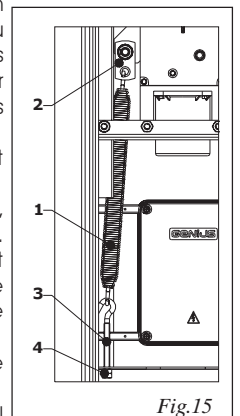

Fig.15
L'automatisme exige un ressort d'équilibrage, fig.15 réf.1, à commander à part (comme la lisse). Choisir dans le tarif le type de ressort à appliquer en fonction de la longueur de la lisse et des accessoires éventuels installés (voir chap.8).
- démonter le tirant, fig.15 réf.3.
- toujours en maintenant la lisse en position verticale, raccorder le ressort au disque, fig.15 réf.2. Pour un montage plus rapide, on recommande de maintenir la partie ouverte de l'œillet tournée vers l'installateur.
- enfiler le tirant, fig.15 réf.3, dans l'œillet inférieur et dans son trou de fixation.
- visser un des deux écrous, fig.15 réf.4, pour récupérer tous les jeux sur le ressort.